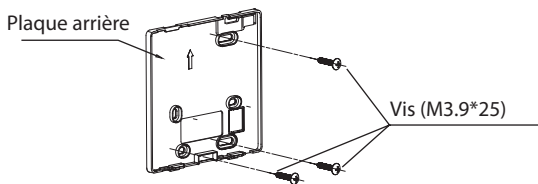

Fig 3-3
- Pour un montage apparent, fixez la plaque arrière au mur avec 3 vis (M3.9\*25) et les chevilles. (Fig.3-3)